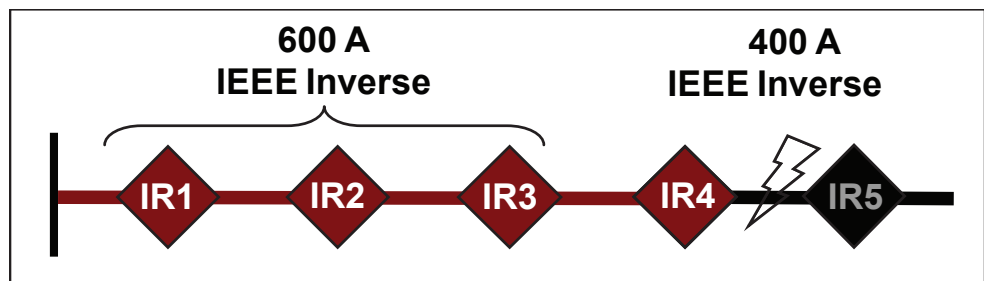

Figura 25. Falta permanente CEC; IR2 e IR3 mudam para uma curva TCC mais lenta.
- IR2 e IR3 mudam para uma curva TCC mais lenta. Ver Figura 25 na página 44.